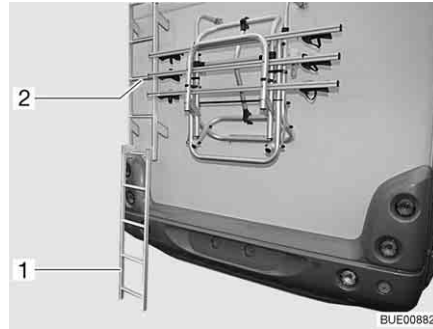

Bild 1 Bakre steg
- Haka fast den nedre delen på stegen (Bild 1,1) på den delen av stegen (Bild 1,2) som sitter fast på baksidan och ställ ned den på marken.